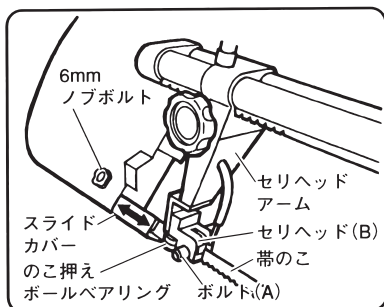

図 27
(図 27)
- (5) ノコカバー(B)部の6 mm ノブボルトをゆるめ、スライドカバーをスライドさせて、セリヘッド(B)に近づけます。(図 27)
- (6) 6 mm ノブボルトを締付けて、スライドカバーを固定します。
(2) のこ押えボールベアリング（図 27）が磨耗すると切断精度が悪くなる**原因**となります。ときどき磨耗していないかどうか点検してください。